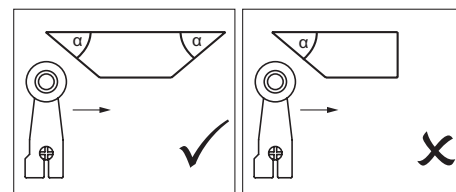

Fig. 1: Forma de la leva
- ▶ Para evitar el rebote del elemento actuador, la leva debe moverse gradualmente (véase la Fig. 1).